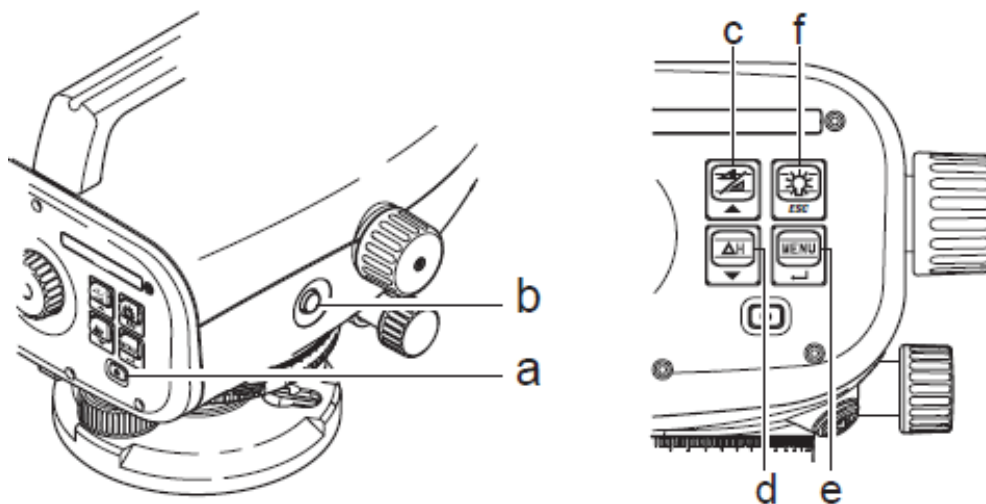

Рисунок 6.2 – Клавіші управління
3. Інтерфейс користувача та клавіші управління (рис. 6.2).